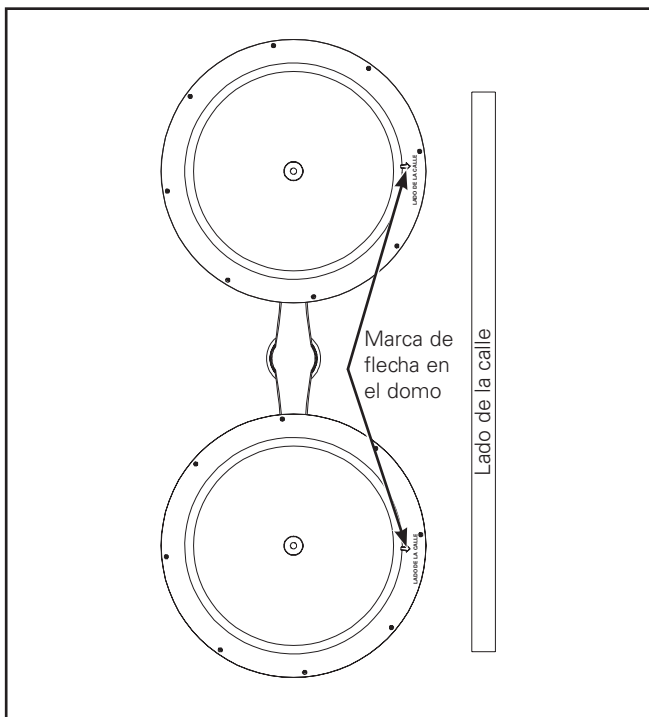

Figura 12.
6. Para una luminaria con ópticas asimétricas, rótelas según la marca de la flecha que hay en el domo en el sentido de la calle. (Figura 12.)